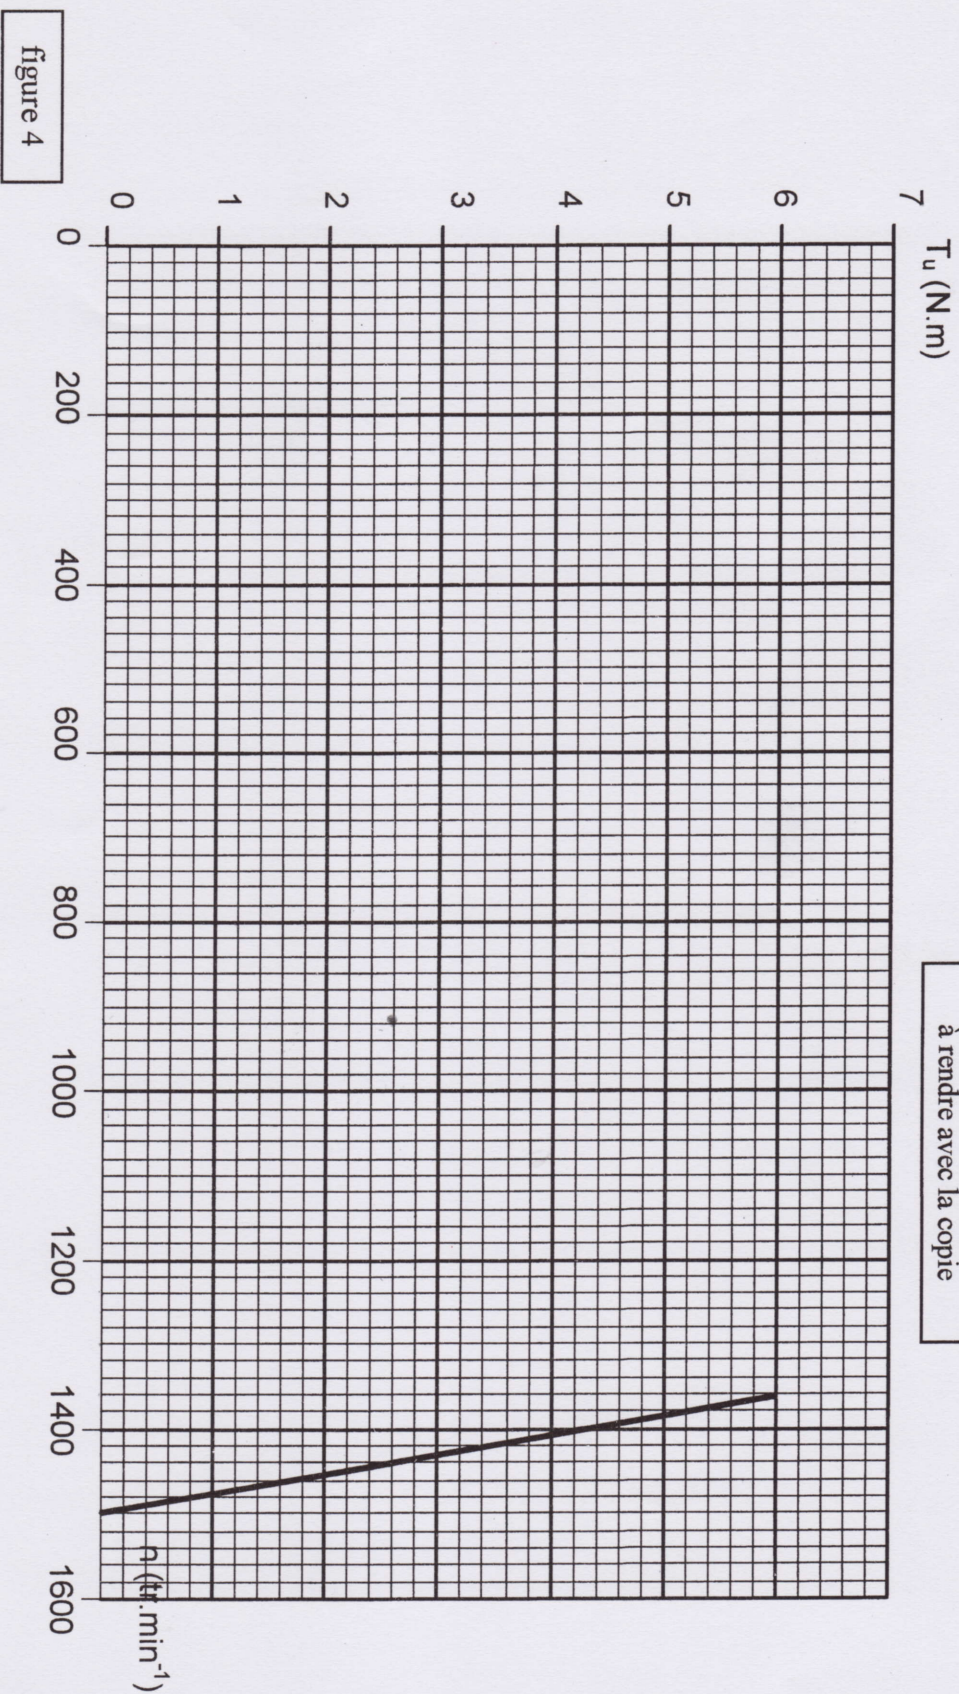

figure 4
3.2. La partie utile de la caractéristique mécanique $T_{u1}(n)$ pour $f_1 = 50 \text{ Hz}$ et $U_1 = 400 \text{ V}$ est représentée sur le graphique de la figure 4 du document réponse 2 page 8.
4.1. Tracer sur le graphique de la figure 4 du document réponse 2 page 8 la caractéristique mécanique du moteur $T_{u2}(n)$ pour ce réglage de l'onduleur.